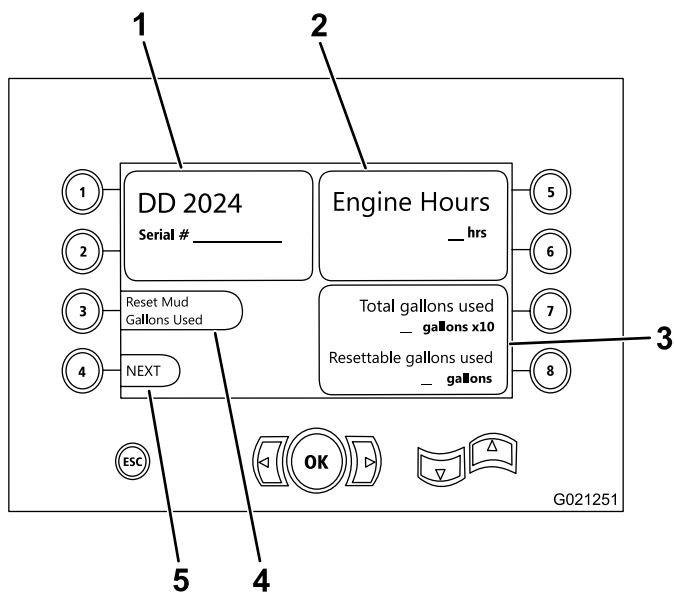

Figura 14
- El modelo y número de serie de la máquina (Figura 14).
- El número de horas de uso del motor (Figura 14).
- El total de galones de fluido de perforación usados, y el total reinicializable de galones de fluido de perforación usados (Figura 14).
Nota: Pulse el botón 3 para reiniciar el contador de galones de fluido de perforación usados desde el último reinicio (Figura 14).